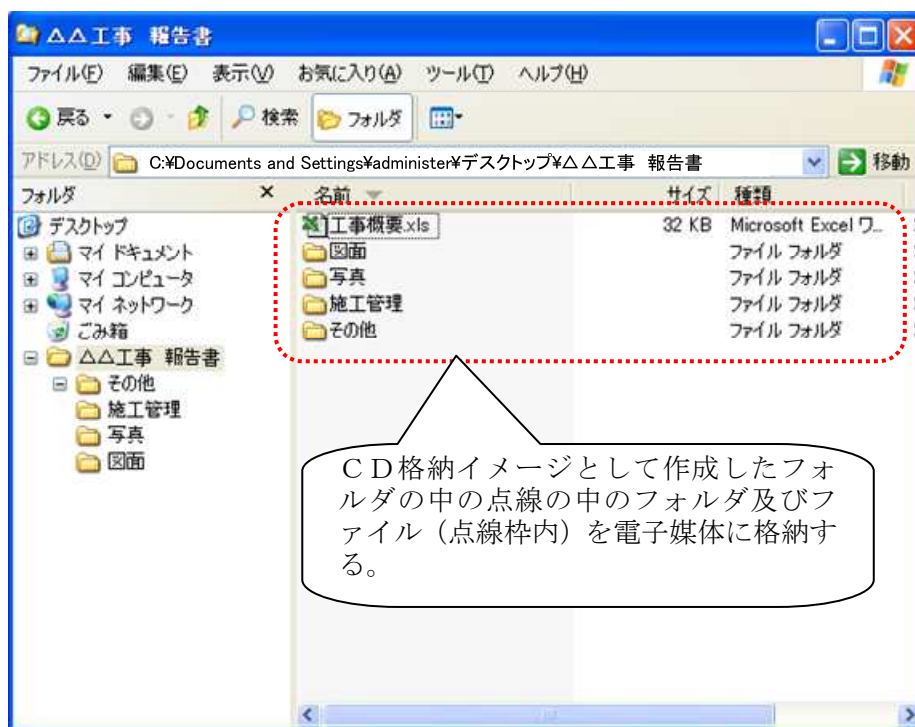

図 2-11 電子成果品のCD格納イメージ（パソコンの画面例）
- ・ パソコンのハードディスク等に新たにフォルダを作成し、「2.5 電子成果品の作成」に従って作成した「工事概要」「図面」「写真」「施工管理」「その他」等のファイル及びフォルダを格納する。(図 2-11 参照)